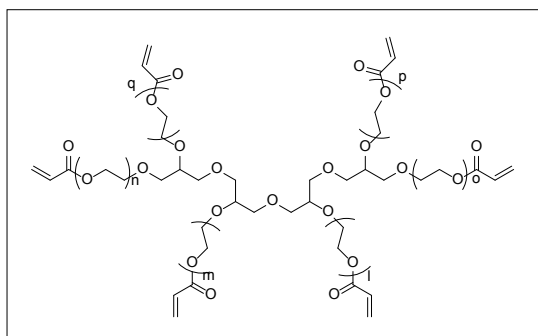

Figure1 ポリグリセリン系アクリレートの構造式
ポリグリセリンを基本構造とするモノマーは多官能であるが、多数のエーテル結合を有することから、ソフトセグメントとしての機能も備えている。特に、当社のポリグリセリン系アクリレートは、ポリグリセリンを主骨格に用い、さらにポリグリセリン骨格とアクリロイル基の間にエチレンオキシド (EO) を導入した構造をしている (Figure1)。そのため、ポリグリセリンの重合度とEO付加数を制御することにより、硬度や硬化収縮、極性など様々な物性のバランスを調節することができ、要求に応じた分子設計が可能である。